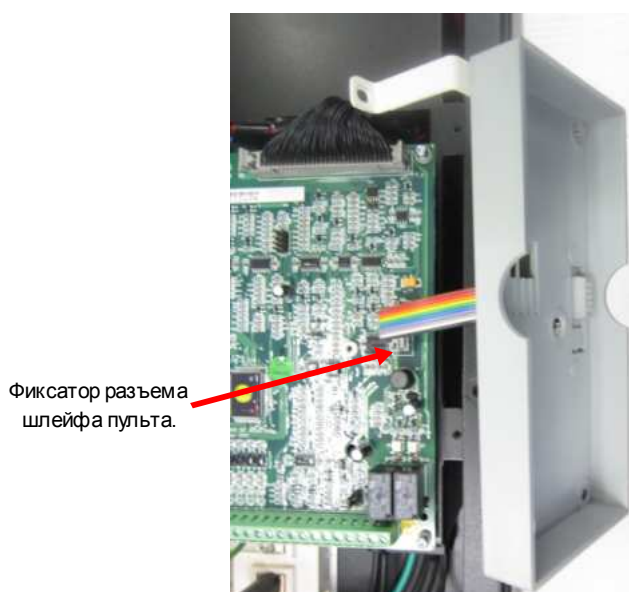

Рис. 7.22. Установка рамки пульта управления.
7.22.1. Соединить разъем со шлейфом пульта управления как показано на рис.7.22 и закрепить его специальным фиксатором.